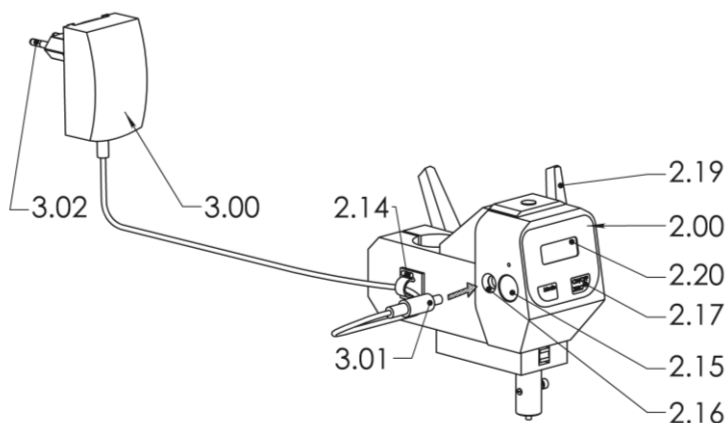

РИС. 5 ПОДКЛЮЧЕНИЕ ИЗМЕРИТЕЛЬНОГО УСТРОЙСТВА
- ⚠ Рычаг взведения (2.19,Рис.5) в исходной позиции (верхний упор).
- Направьте силовой кабель через фиксатор (= направляющая кабеля) (2.14,Рис.5).
- Вставьте штекер (3.01 Рис.5) комплекта питания от сети (3.00 Рис.5) в разъем питания (2.16,Рис.5) Измерительного устройства (2.00,Рис.5).
- Вставьте вилку питания (3.02,Рис.5) комплекта питания от сети (3.00 Рис.5) в розетку сети питания.
- ⓘ Измерительное устройство (2.00,Рис.5) включается и вы услышите короткий звуковой сигнал.
- Вставьте поставленный кабель данных в разъем сопряжения (2.15,Рис.5) для последующей обработки результатов.
- ⚠ Измерительное устройство (2.00,Рис.5) можно включить, только, когда индентер свободно двигается, так как расстояние измерений сбрасывается на ноль автоматически.
- Включите измерительное устройство (2.00,Рис.5) кнопкой ON/OFF/ZERO (2.17,Рис.5).
На дисплее (2.20,Рис.5) коротко отобразится установленное время. Затем появится значение "0.0".
- Нажмите кнопку ON/OFF/ZERO (2.17,Рис.5) коротко, когда измерительное устройство включено (2.00,Рис.5).
- Нажмите и держите кнопку ON/OFF/ZERO (2.17,Рис.5) пока дисплей (2.20,Рис.5) не погаснет.